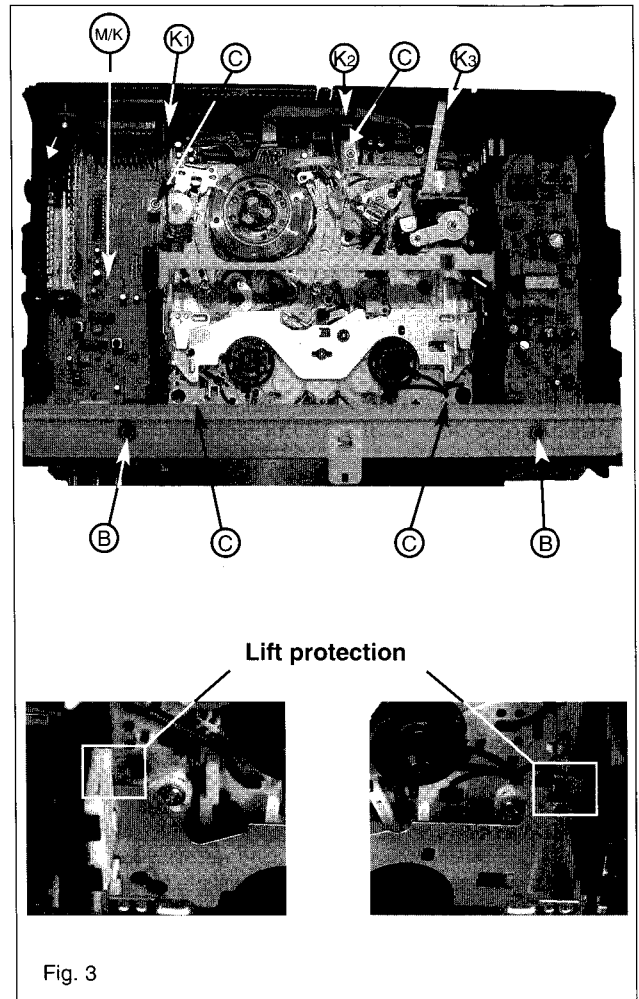
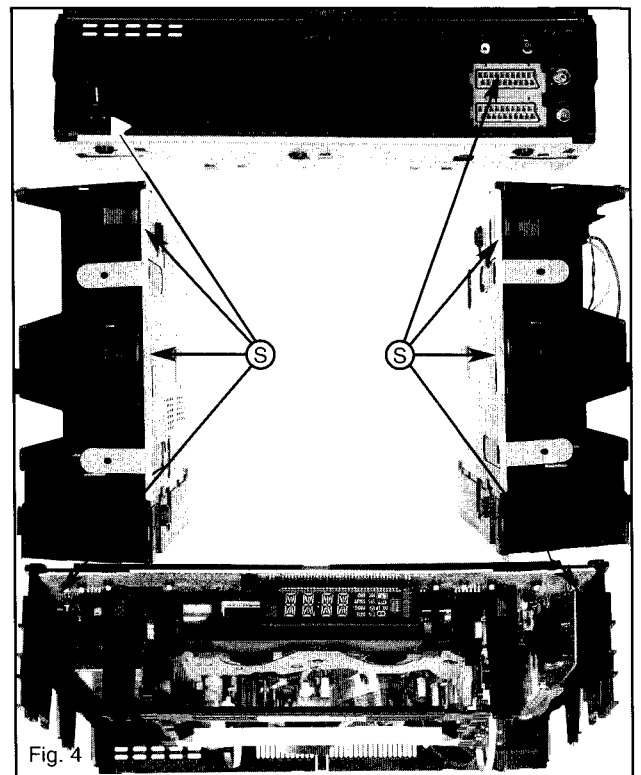
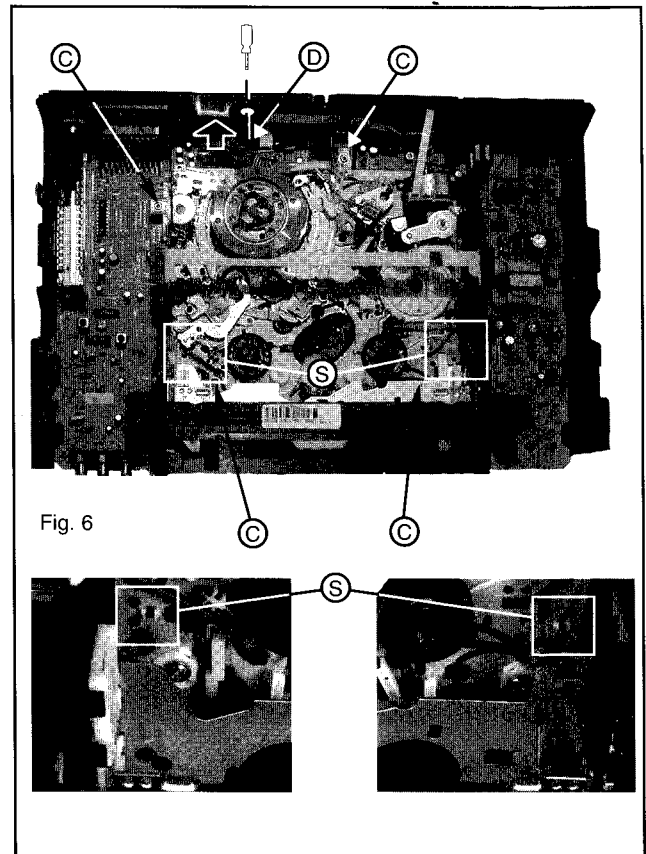
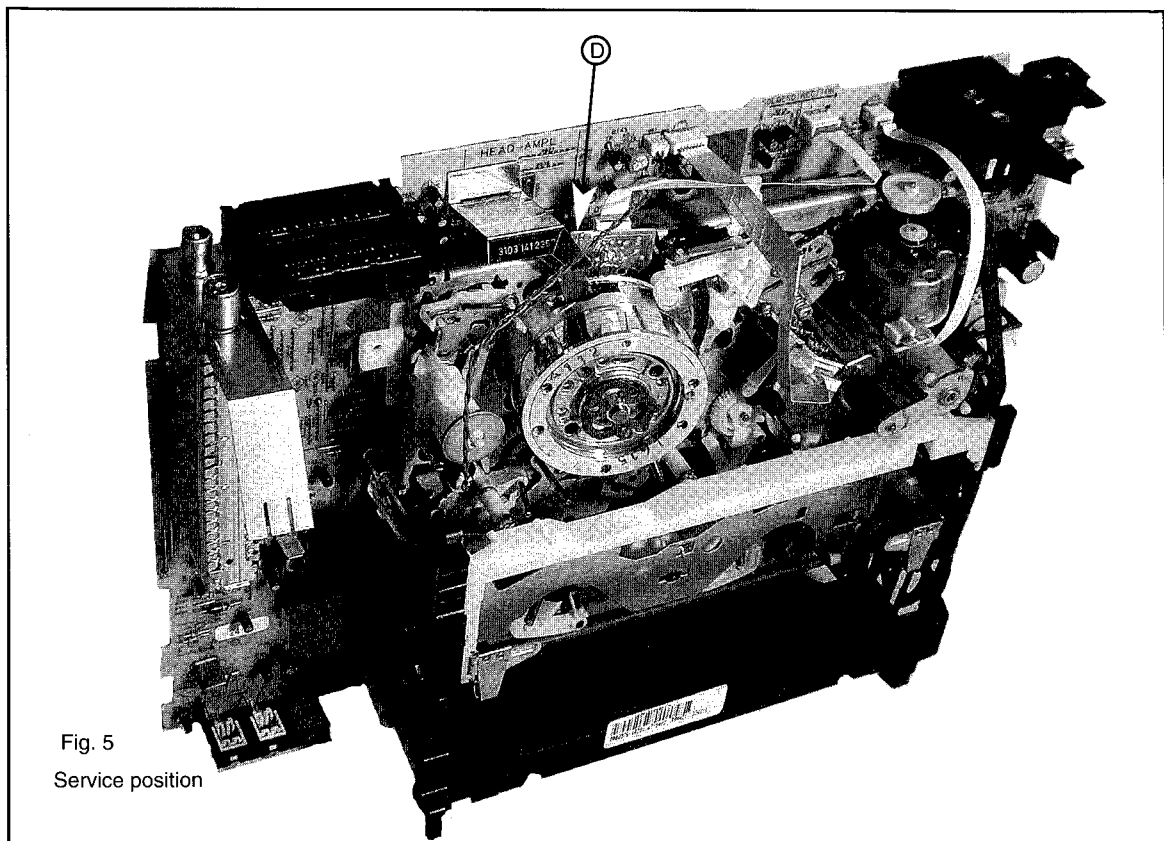

Fig. 3
Fig. 4
Fig. 6
Fig. 5
4. Ausbau der Kombination MOBO - Laufwerk (Fig. 3)(Fig. 4)
- Das Gerät in die Betriebslage bringen (Fig. 3).
- Die zwei Schrauben (B) des Bügels lösen und diesen nach oben abziehen.
- Die vier Befestigungsschrauben (C) des Laufwerks lösen und entfernen.
- Das Cinchbuchsenkabel (K) und das Massekabel (M) vom Buchsenprint lösen (wenn vorhanden).
- Die 8 Schnapphaken (S) von rechts hinten beginnend nach rechts vorne und anschließend von links hinten nach links vorne lösen.
- Nachdem sich die Einheit MOBO-Laufwerk durch das Eigengewicht vom Rahmen gelöst hat ist der Schnapphaken (S) bei der Netzbuchse ein zweitesmal zu entriegeln.
- Die Kombination MOBO-Laufwerk wenden und falls notwendig in die Serviceposition (Fig. 5) bringen.
5. Laufwerksausbau (Fig. 3)(Fig. 5)(Fig. 6)